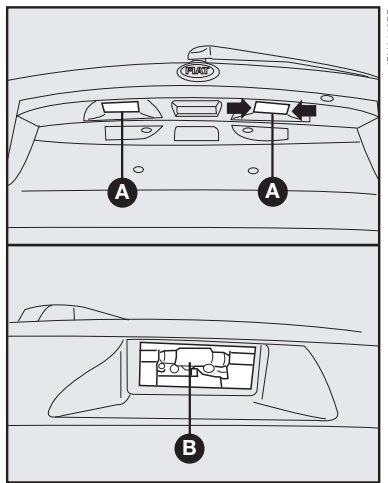

fig. 23
### LUZ DE PLACA - fig. 23
1) retirar os refletores **A-fig. 23** utilizando uma chave de fenda nos pontos indicados pelas setas;
2) retirar a lâmpada **B-fig. 23** e substituí-la.